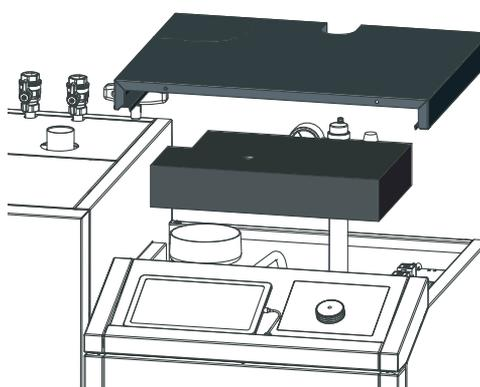

Fig. 72 Retirer le couvercle supérieur et l'isolation
- ▶ Soulever le couvercle vers le haut et retirer l'isolation qui se trouve au-dessus du couvercle des surfaces d'échange – Fig. 72.